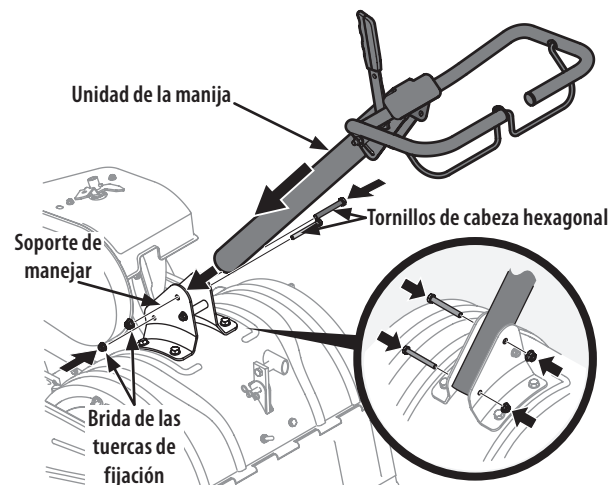

Figura 3
2. Posicione la unidad de la manija entre las ménsulas de montaje de la manija. Vea la Figura 3.